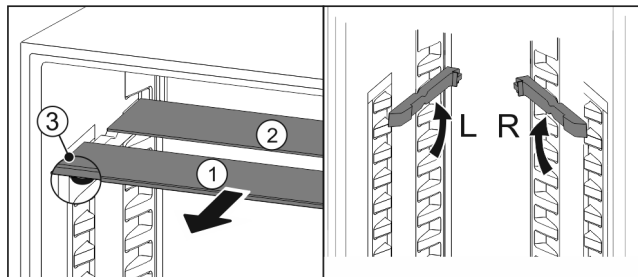

Fig. 150
- Sortir les tablettes par l'avant Fig. 150 (1).
- La tablette en verre Fig. 150 (1) avec bordure décorative est située à l'avant.
- Les butées Fig. 150 (3) sont orientées vers le bas.